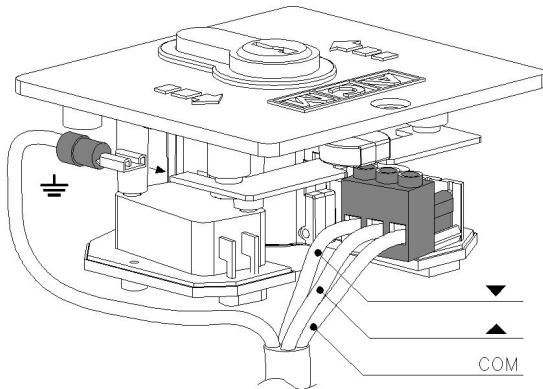
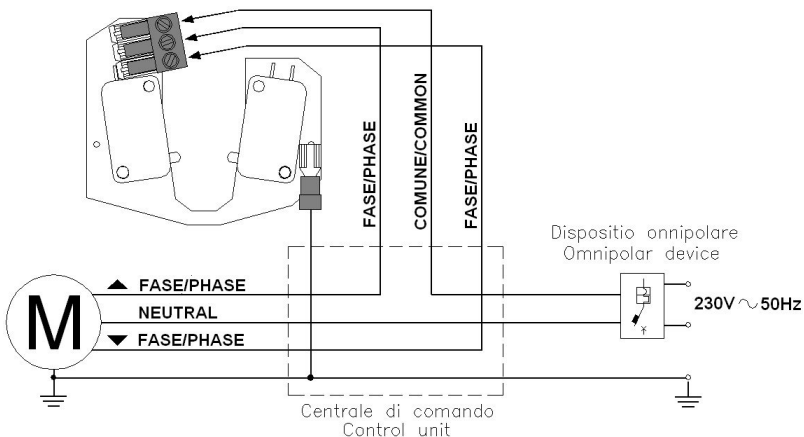

Fig.3
Fig.5
- Fissare i terminali dei cavi elettrici al connettore, disponendoli come mostrato in fig.3 e fig.5.
- Fixer les bornes des câbles électriques en les plaçant comme indiqué en fig.3, fig.5.
- Secure the electrical wire terminals to the connector, positioning them as shown in fig.3 and fig.5.
- Fijar las terminales de los cables eléctricos en el conector, disponiéndolos como mues la fig. 3 y fig.5.